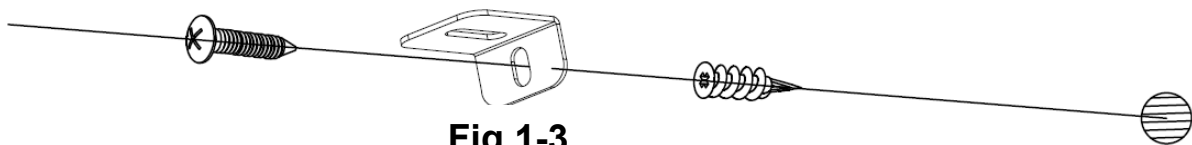

Fig 1-3
C.Den Kunststoffanker (**C**) in der trockenen Wand montieren, danach die längere Schraube (**B**) (im Lieferumfang enthalten) durch die Öffnung in der „L“-Stütze im Anker montieren, um die Feuerstelle an der Wand zu befestigen (**Fig 1-3**)